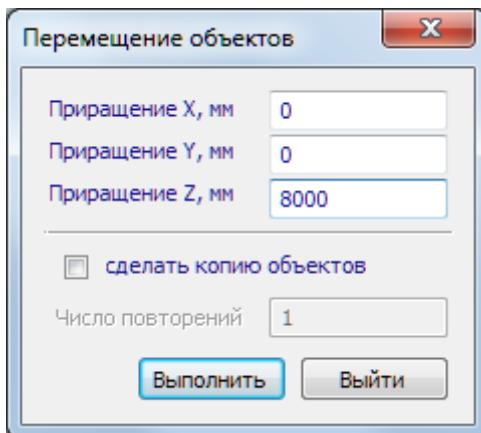

Рис.2.5. Диалоговое окно Перемещение объектов
- В диалоговом окне в строке **Приращение Z, мм** введите значение – **8000** (рис.2.5)